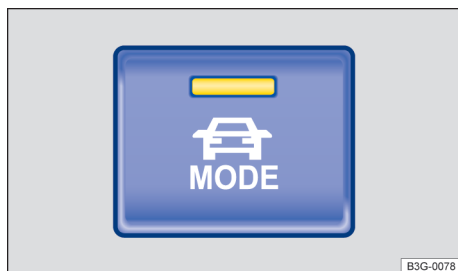

Fig. 130 Na parte inferior do console central: botão de seleção do perfil de condução.
- Pressionar o botão de seleção do perfil de condução  → Fig. 130.
- **OU:** pressionar novamente o botão de seleção do perfil de condução  → Fig. 130 para selecionar o próximo perfil de condução.